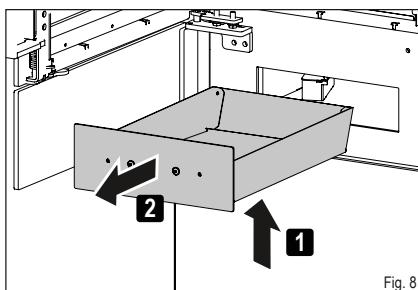

Fig. 8
- ▶ Tirez le bac à cendres hors de l'ouverture par le capot (Fig. 8).